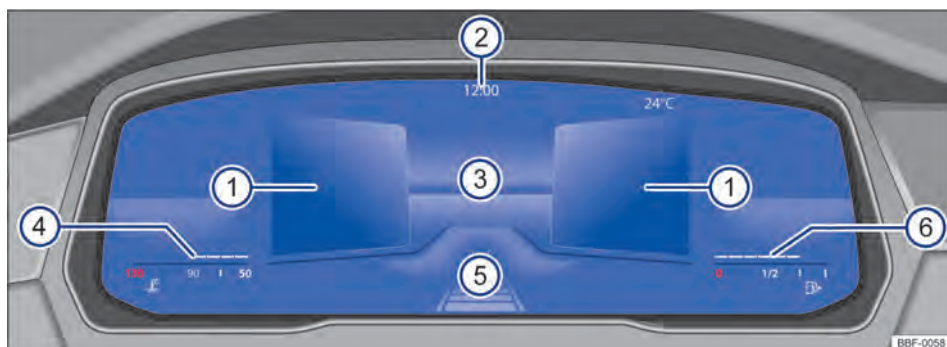

Fig. 12 Active Info Display (variante 2) no painel de instrumentos.
Explicações sobre os instrumentos → Fig. 12:
A exibição principal → Fig. 12 ③ pode ser alterada pressionando o botão **View** no volante multifunções. A representação na área de indicação pode exibir as seguintes vistas:
- **Resumo:** após o encerramento da prontidão para condução: exibição de informações sobre o status do veículo nas áreas ①, por exemplo, posição do hodômetro total.